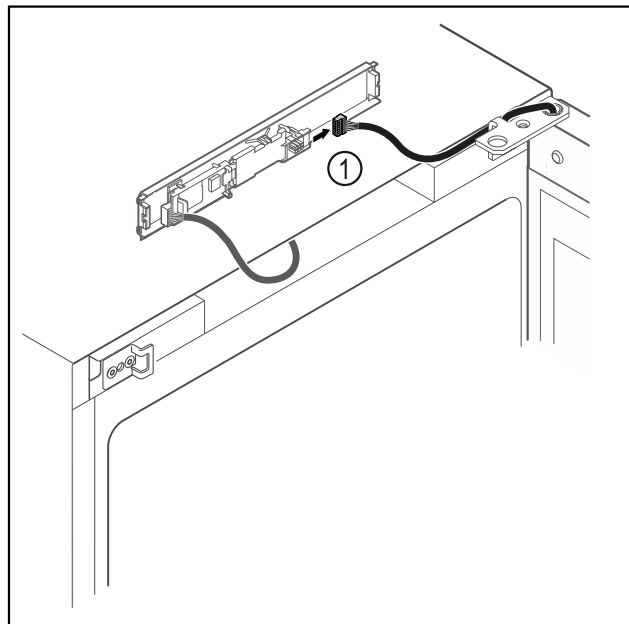

Fig. 16
- ▶ Витягнути штекер Fig. 16 (1) з плити.